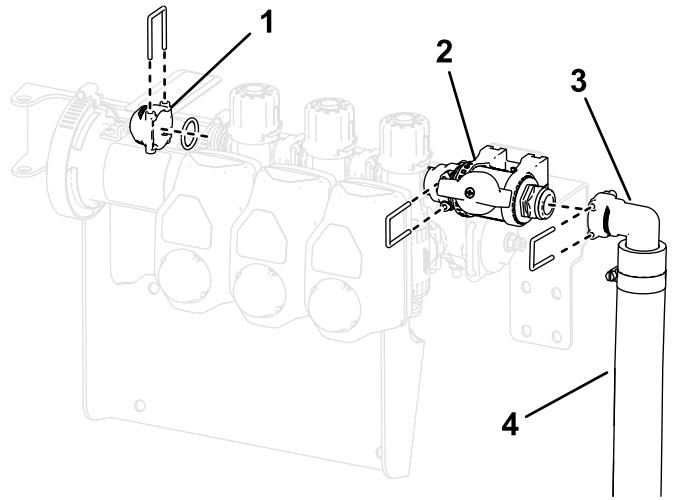

Figura 22
7. Sujete el conjunto de la válvula de control a la válvula del brazo con la junta tórica y la horquilla de retención que se retiró anteriormente, como se muestra en la Figura 22.
8. Instale la tapa ($\frac{1}{2}$ "), las juntas tóricas, el acoplamiento y la manguera en la válvula de control usando las horquillas de retención que se retiraron anteriormente, como se muestra en la Figura 22.